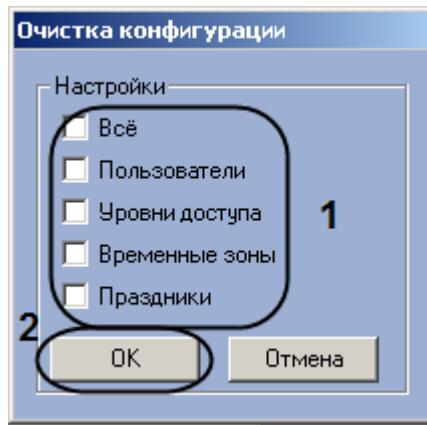

Рис. 3.5—4 Очистка конфигурации контроллера EC 202
- 1.3 Нажать на кнопку **OK** (см. Рис. 3.5—4, 2).